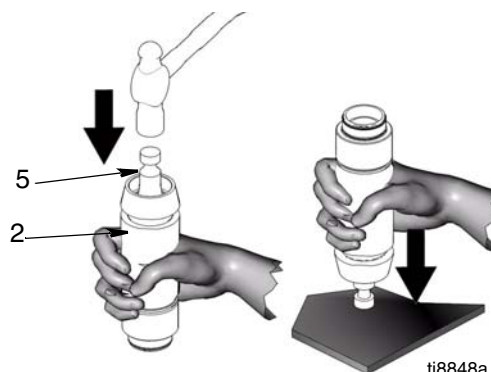

FIG. 4
4. (Fig. 4) Use um martelo para retirar a haste do pistão (5) do cilindro (2) ou vire o pistão ao contrário e retire a biela batendo com ela contra a bancada de trabalho.